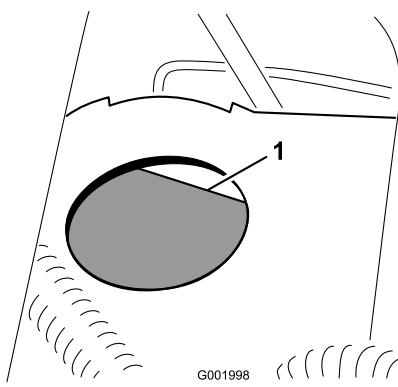

Figura 61
2. El nivel de líquido debe llegar a la línea Lleno del depósito (Figura 61).